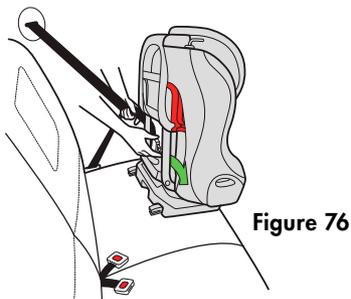

Figure 76
- Faites traverser la ceinture du véhicule dans le chemin de ceinture de la position orientée vers l'avant, en prenant soin de ne pas mettre la ceinture du véhicule entre le harnais et le dossier du siège, et bouclez la ceinture, tel qu'illustré dans la **Figure 76**.